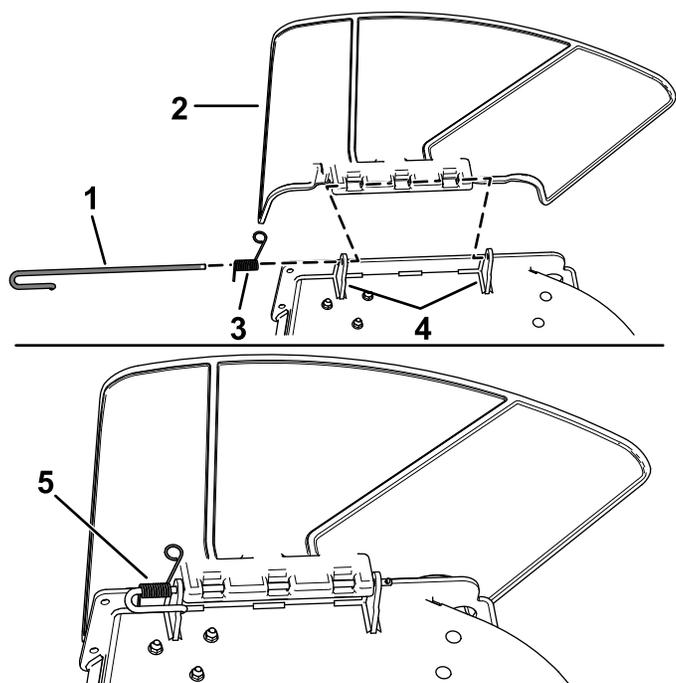

Figura 67
1. Desenganche el muelle de la muesca del soporte del deflector, y retire la varilla de los soportes soldados de carcasa, el muelle y el deflector de descarga (Figura 67).